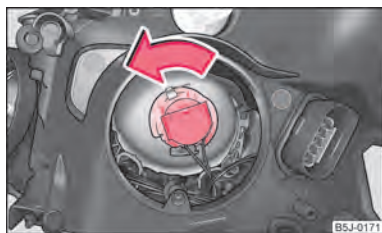

Fig. 159 Desmontaje de la bombilla para la luz de cruce y de carretera/luz de cruce
- Girar el conector junto con la bombilla hacia la izquierda, hasta la tope, y retirarlo ⇒ fig. 159.